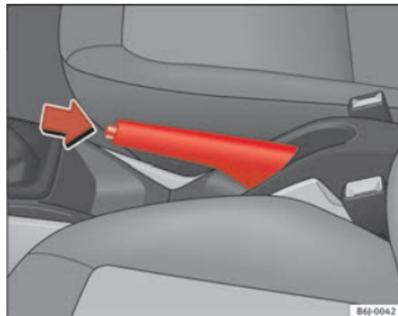

Abb. 102 Handbremse zwischen den Vordersitzen
⇒ Seite 148, Abb. 102.
- Ziehen Sie den Hebel etwas nach oben, drücken Sie die Entriegelungstaste in Pfeilrichtung ⇒ Seite 148, Abb. 102 und führen Sie den Handbremshebel ganz nach unten ⇒ .